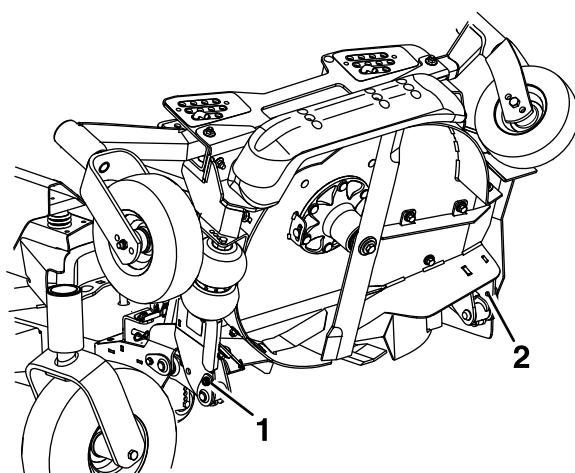
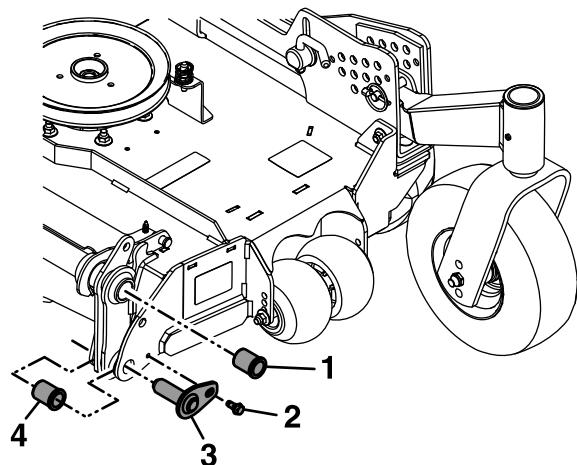

Figura 83
Figura 86
14. Retire los bujes con brida de los puntos de giro superiores y limpie el orificio (**Figura 86**).
18. Retire y guarde los pernos de los puntos de giro inferiores (**Figura 83** y **Figura 86**).